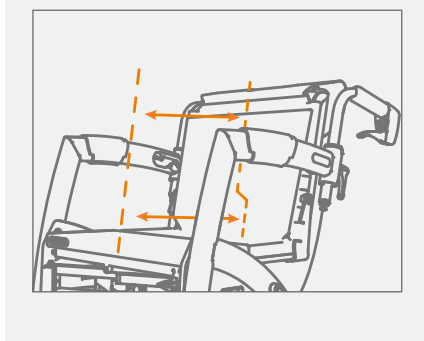

Figure 48: Deux sangles du bas desserrées.
- d. Dans la plupart des cas, les sangles inférieures seront ajustées plus lâches que les deux sangles supérieures (**Figure 48**). Fixez le Velcro de manière à ce que le bassin de l'utilisateur soit correctement redressé et que le dossier soutienne le dos.